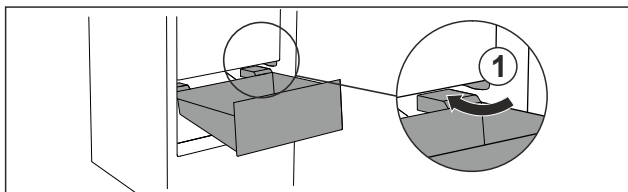

Fig. 69
- ▶ Poprowadzić szufladę ukośnie wokół stoperów Fig. 69 (1).